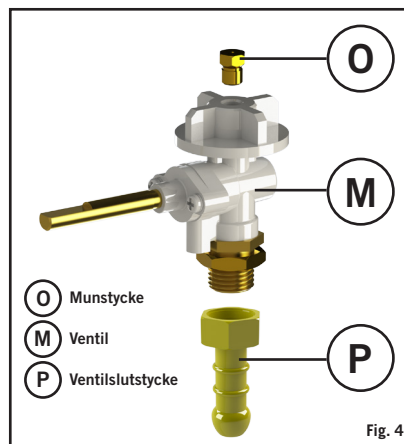

Fig. 4
- Skruva fast en slang med rätt storlek gängade passtycken i var ända mot Ventilens (O) vänstergångade 1/4" BSP gänga (Fig. 4). Fäst en passande 50mBar lågtrycks reglerventil i andra änden av slang. Slangen som används måste uppfylla kraven i DIN 4815 del 2 eller motsvarande.